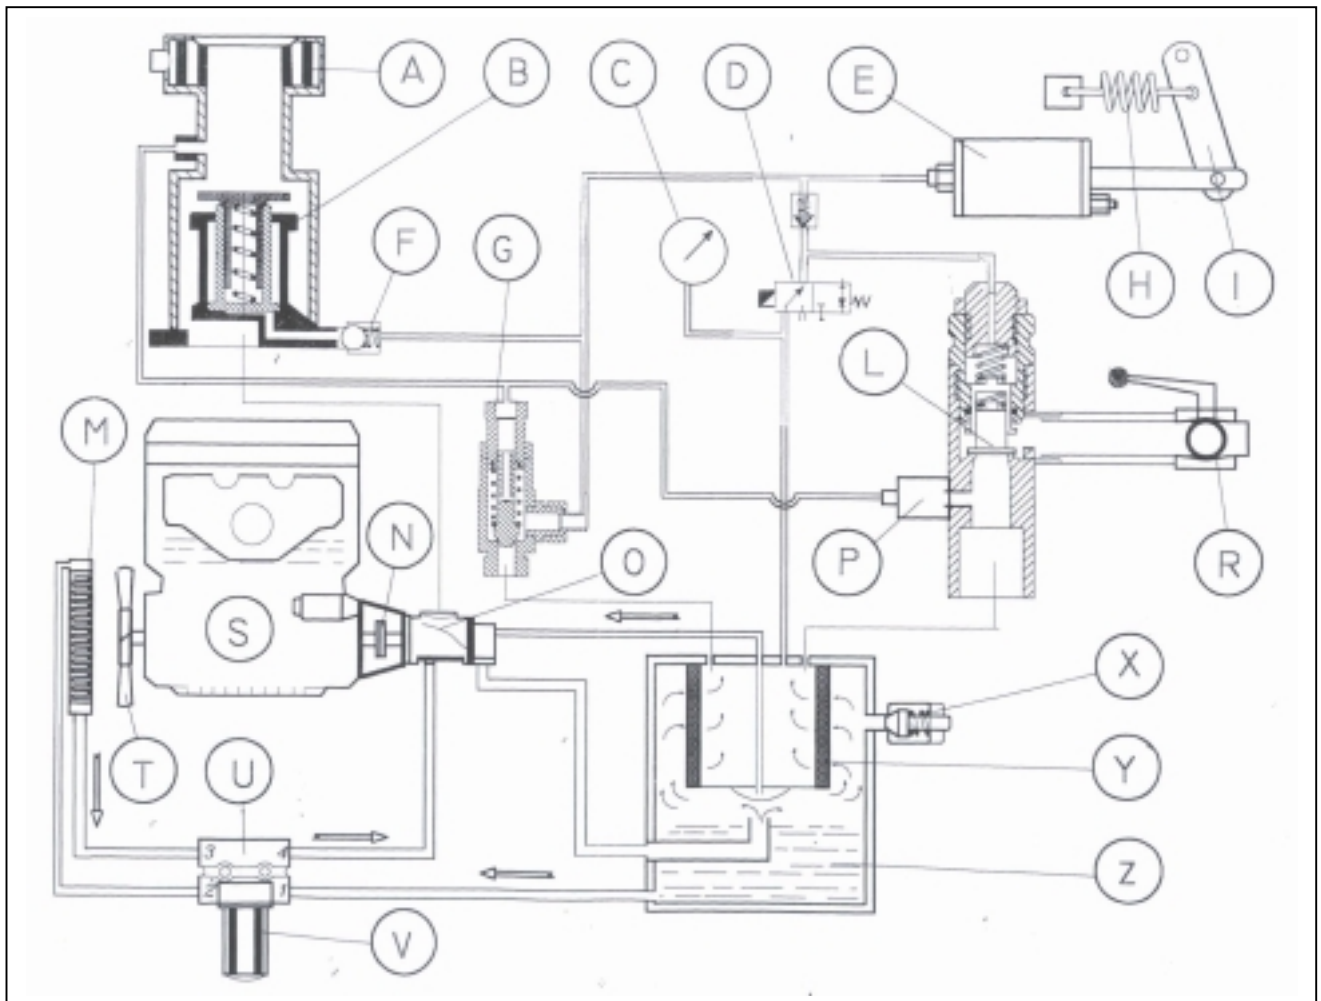

FIG. 3
- 5.9) OLEOPNEUMATIC PLANT (Fig. 3) --
-- 5-9-2) PNEUMATIC SYSTEM (Fig. 3) --